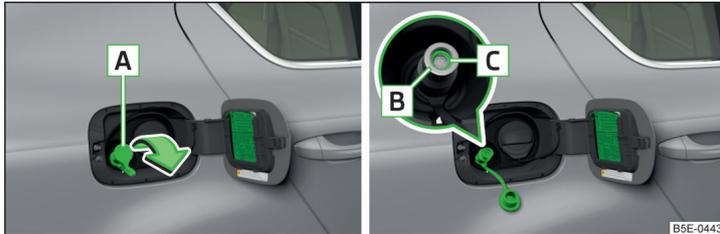

Abb. 182 Erdgasfüllstutzen
- Die Kappe **A** » Abb. 182 in Pfeilrichtung vom Gaseinfüllstutzen **B** abnehmen.
- Prüfen, ob der Dichting **C** » Abb. 182 im Gaseinfüllstutzen stecken blieb.